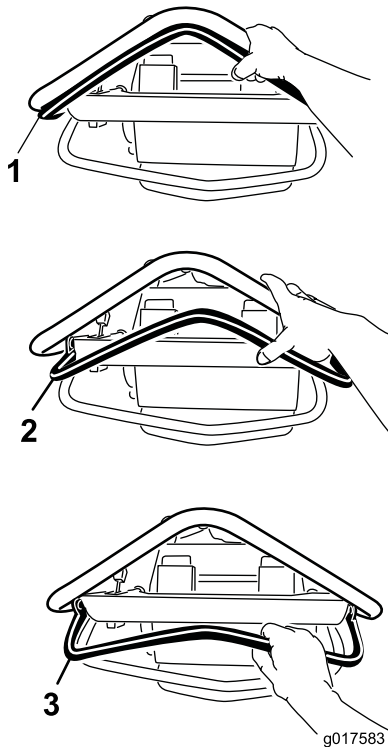

Figure 14
- Pour vous déplacer en marche avant, poussez la barre de commande en avant (Figure 14). Plus vous poussez la commande en avant, plus la machine avance rapidement.
- Pour faire marche arrière, tirez la barre de commande en arrière (Figure 14). Plus vous tirez la commande en arrière, plus la machine recule rapidement.
- Pour arrêter la machine, relâchez la barre de commande (Figure 14).